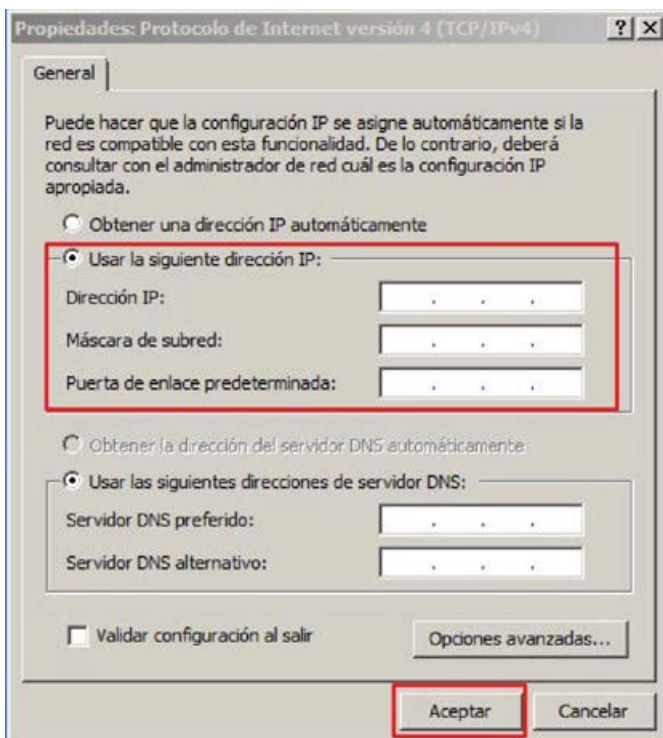

Fig. 14: Propiedades del protocolo de Internet versión 4 (TCP/IPv4)
7. ▶ Seleccione la opción «Utilizar la siguiente dirección IP:» (Fig. 14), introduzca la dirección IP, la máscara de subred y la puerta de enlace predeterminada y confirme con «OK» .